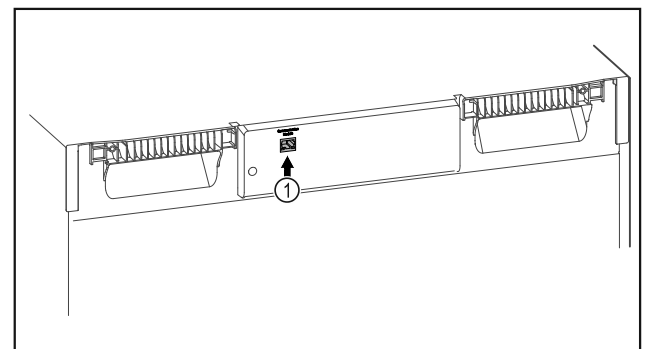

Fig. 114
- ❑ Está SmartModule Fig. 114 (1).